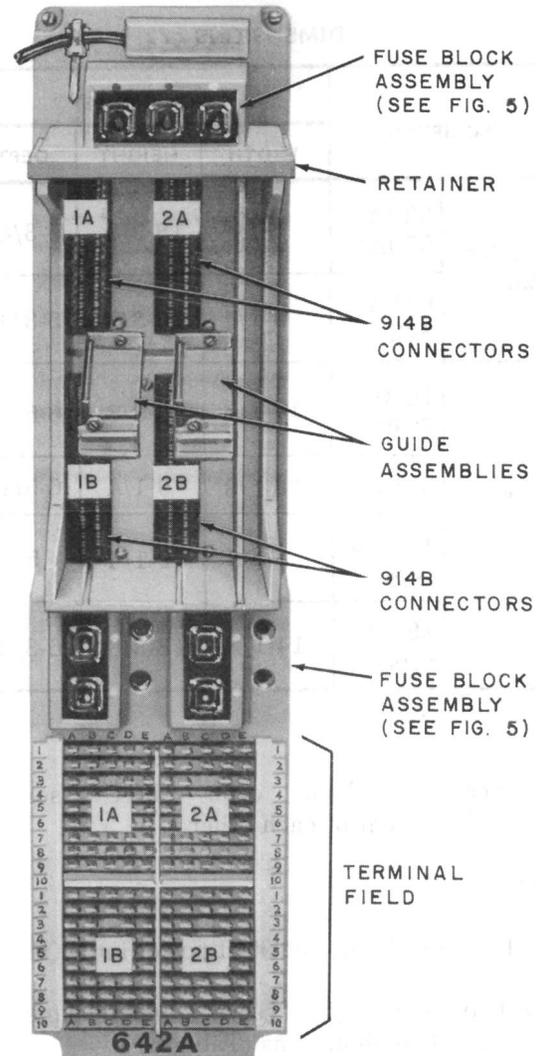

Fig. 4—642A Modular Panel
E. 642A Modular Panel (Fig. 4)